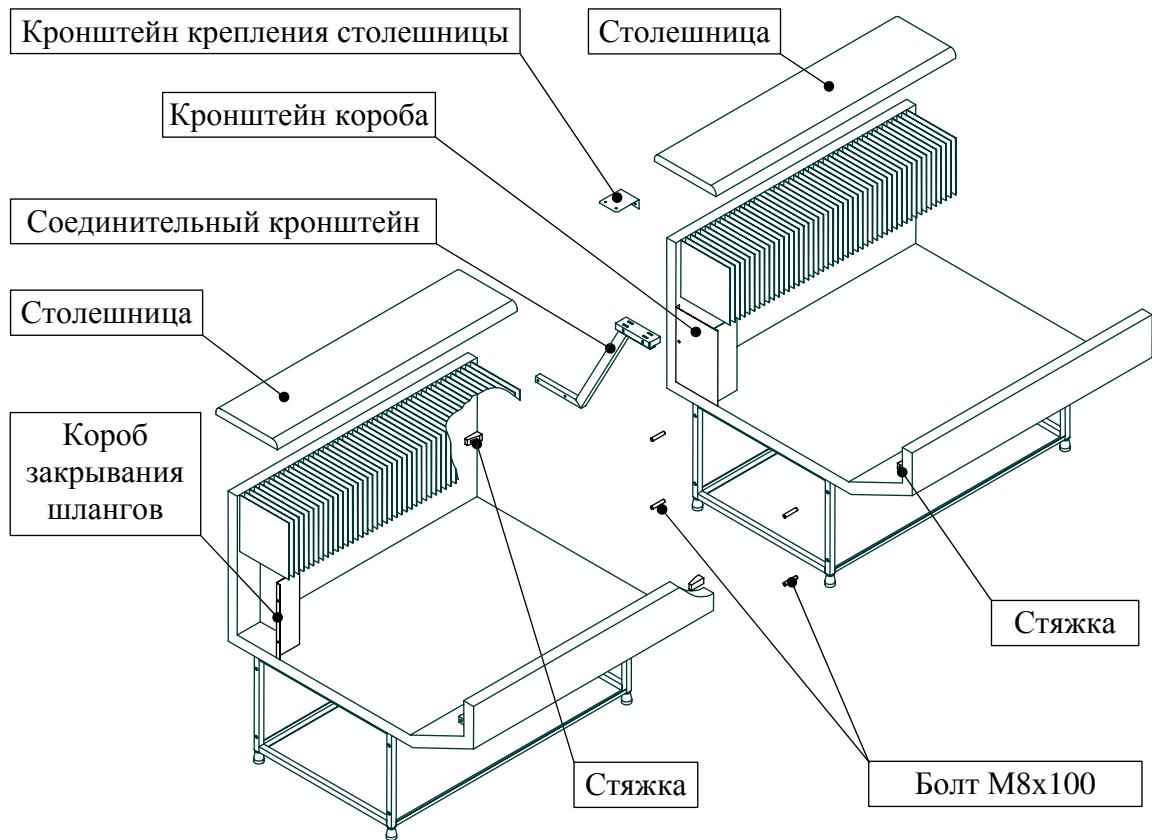
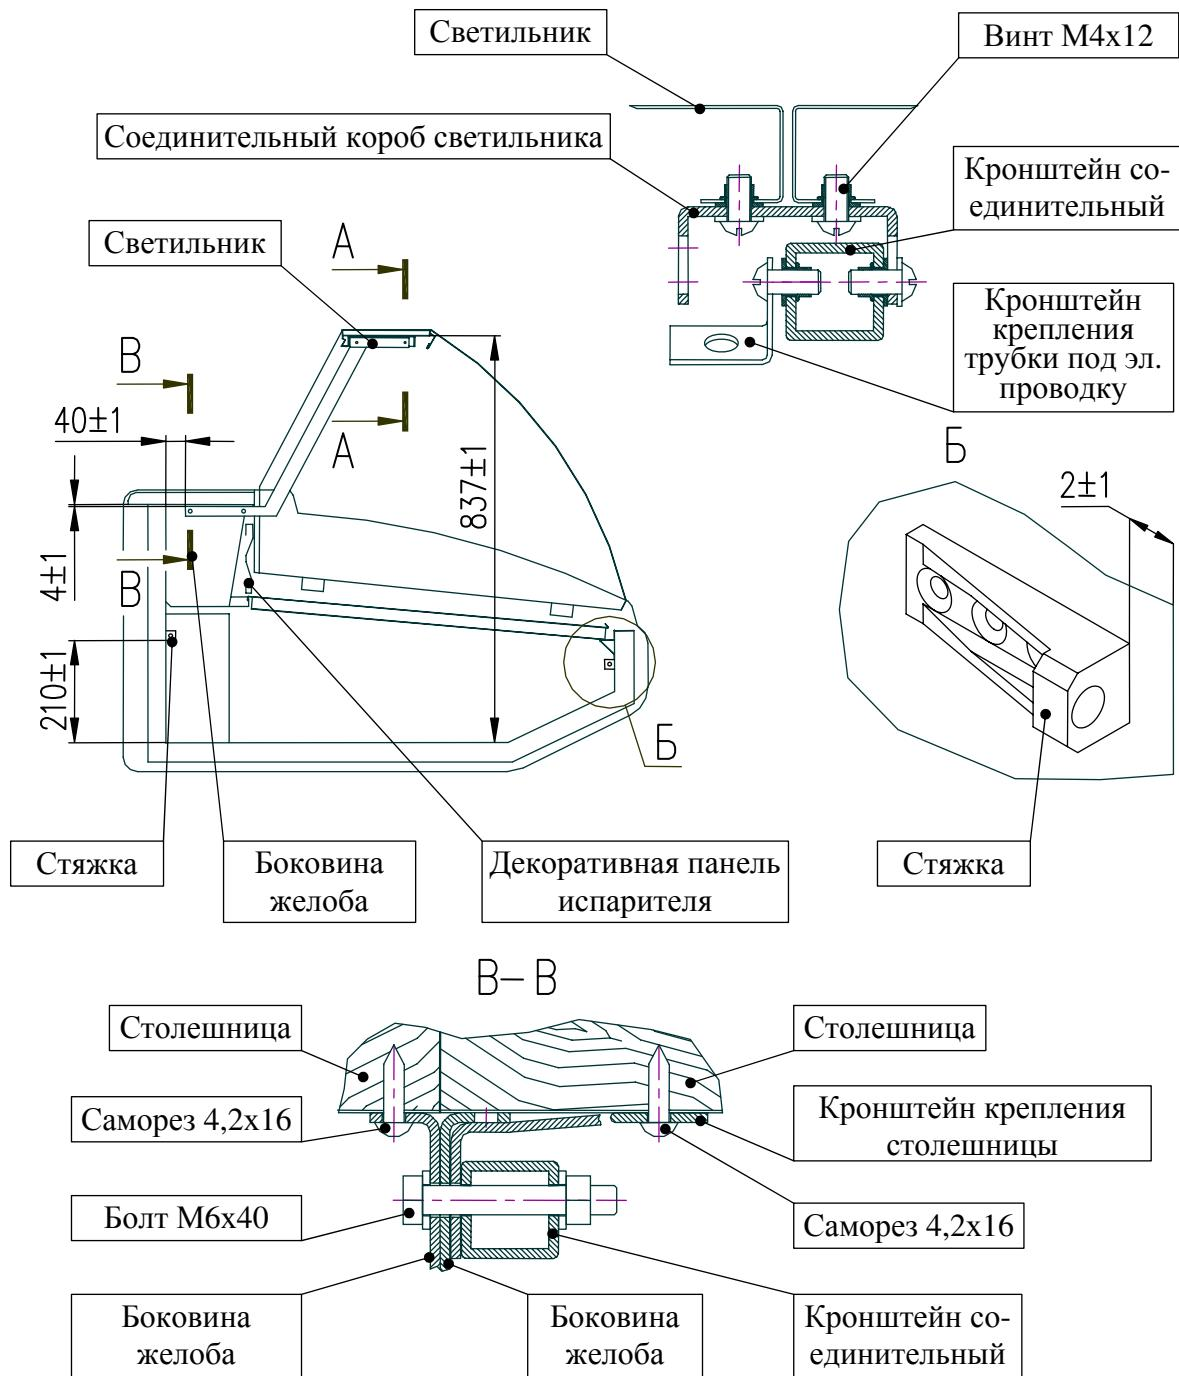

Рис. 10
Рис. 11
Для соединения холодильных витрин (далее витрин) в линию необходимо (см. рис. 10, 11):
- 2). Для крепления боковин желоба (см. рис. 11) к ванне необходимо заменить верхние саморезы 4.2x16 на саморезы 5x40.
- 3). Установить в указанных местах на ваннах (см. рис. 11) стяжки, применяя саморезы 5x40 со стороны отверстия под болт и саморезы 4.2x16 с противоположной стороны стяжки, предварительно засверлив отверстия Ø2 в пенозаливной ванне для захода самореза 5x40. Закрепить саморезами 4.2x16 кронштейн короба (см. рис. 10).
6). При помощи двух болтов M6x40 установить соединительный кронштейн, соединив вместе боковины желоба обеих витрин и кронштейн крепления столешницы, с правой стороны от продавца (далее с правой стороны) (см. рис. 10, рис. 11 разрез В-В), т.к. с левой стороны находится датчик термопары.
соединительный короб к верхней полке кронштейна (см. рис. 11, сечение А-А). При соединении в линию более двух витрин подсборку светильников повторить.
- 8). Установить светильник сопрягаемой витрины, фиксируя винтами M4x12 к соединительному коробу, согласно рис. 11.